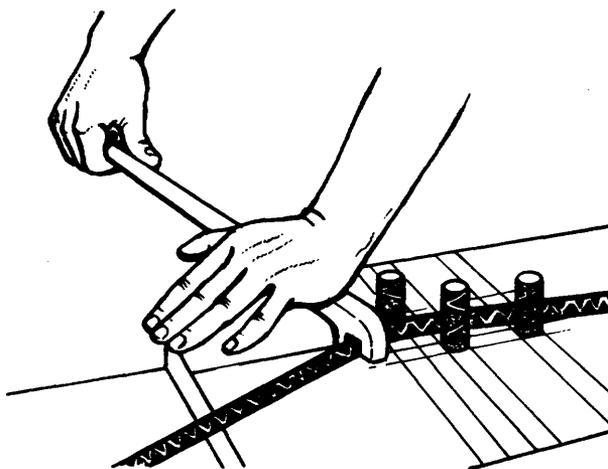

Fig. 8
- 3º paso *Coloque la boca de la grifa en la cabilla, y haga presión hasta que la cabilla ceda (fig. 8).*